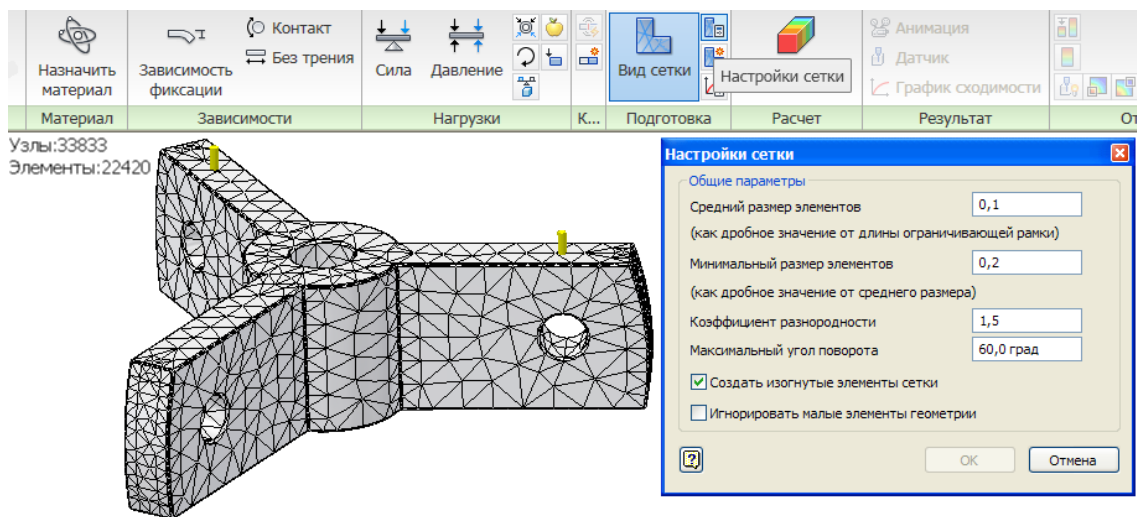

Рис. 8. Настройка параметров сетки
10. С помощью команды «Вид сетки» отобразите сетку КЭ. Настройте параметры сетки, как показано на рис. 8.